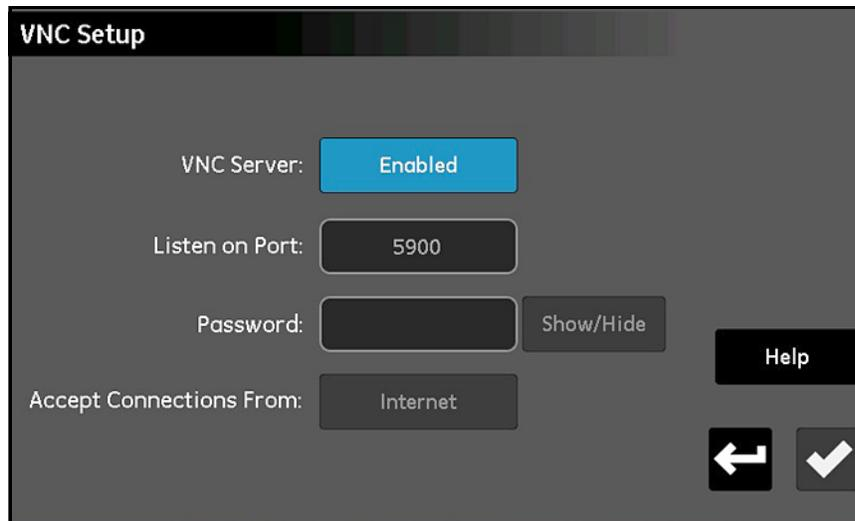

Figure 72: Écran Config VNC
1. À l'écran *Menu Configuration* (voir *Figure 52 on page 57*), touchez **VNC** pour ouvrir un écran *Config VNC* semblable à celui illustré à la *Figure 72* ci-dessous.